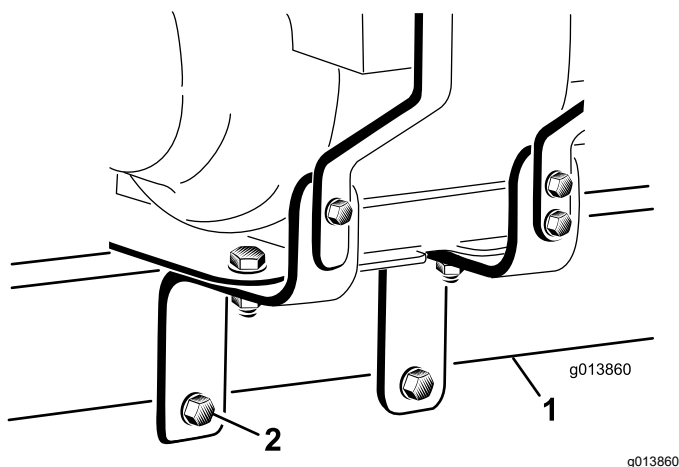

Figura 7
8. Introduzca los 2 pernos ($\frac{1}{2}$ " x 5") por los taladros del soporte de montaje del motor, colocando una arandela plana contra cada cara exterior del soporte de montaje del motor y asegurándose de que los pernos pasan por debajo de la barra de enganche. Apriete a mano las 2 tuercas ($\frac{1}{2}$ ") tal y como se muestra en la Figura 7.